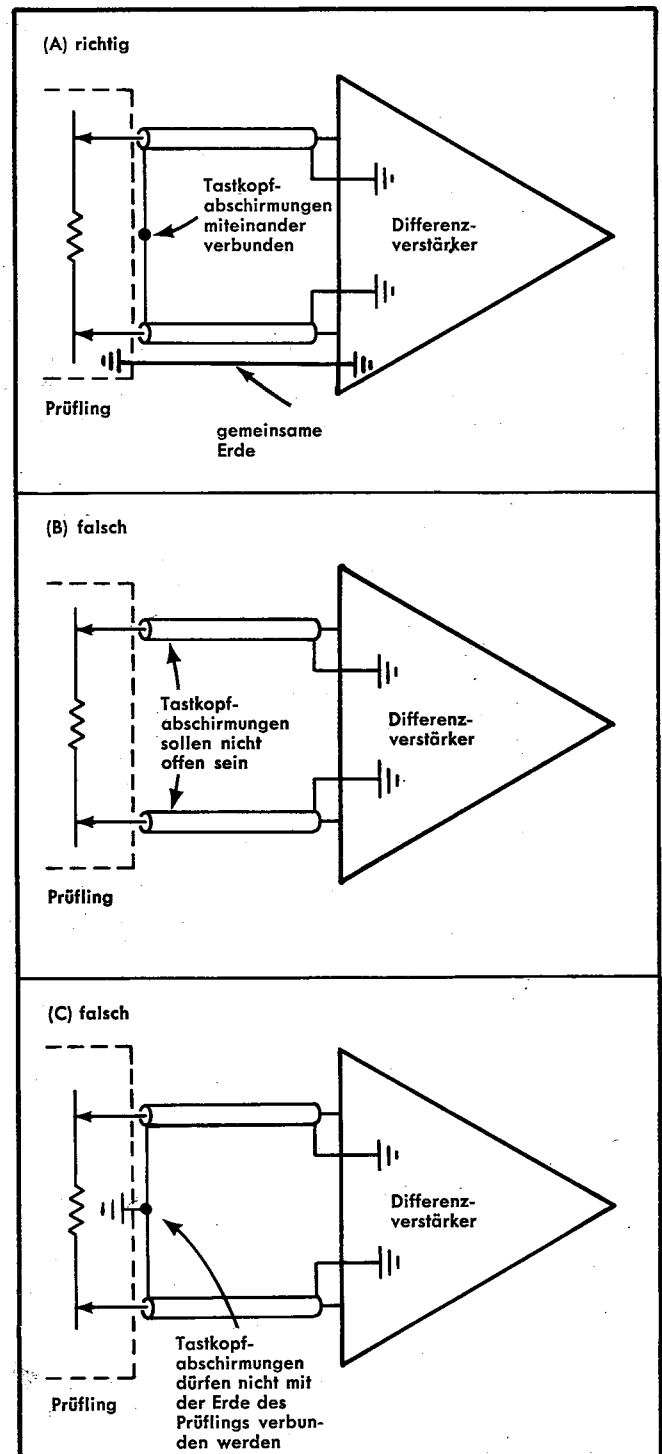

Bild 2-8 Anschluß eines Differenzverstärkers an eine Schaltung
**Erdanschlüsse.** Zweckmäßige Erdung verkleinert Signale, die durch Ströme von Erdschleifen erzeugt werden. Am besten werden die Abschirmungen von Tastköpfen oder Signalleitungen bei den Tastköpfen oder bei der Signalquelle miteinander verbunden, dagegen nicht mit der Geräteerde. Siehe Bild 2-8.